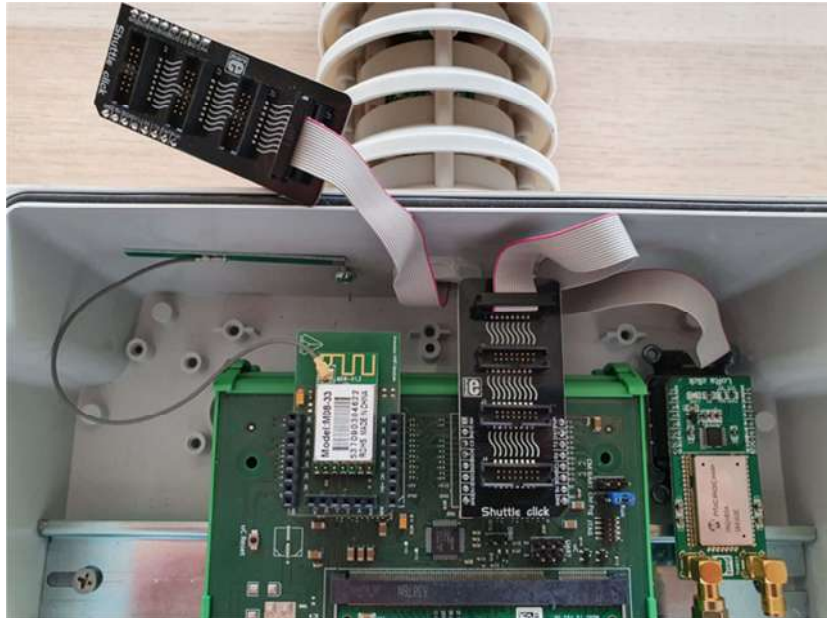

Fig.10 Collegamento Add-on Shuttle da Stevenson, tramite piattina, a Shuttle click 2.
Step 9: Collegamento **Add-on Shuttle** da **Stevenson**, tramite piattina, a **Shuttle click 2** (**Fig.10**);